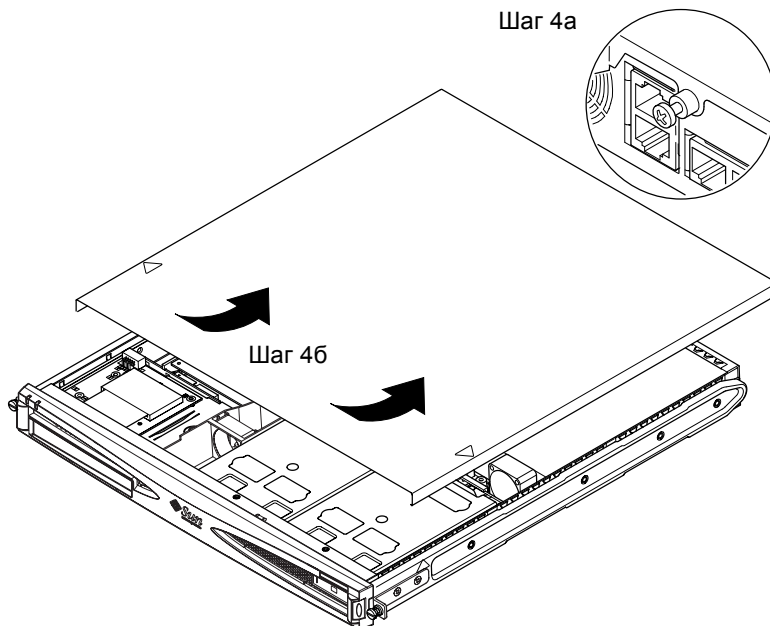

РИС. 4-3 Снятие верхней крышки
4. Снимите верхнюю крышку сервера (см. РИС. 4-3).
- а. Отверните фиксирующий винт в центре задней панели (см. РИС. 4-3).
- б. Сдвиньте верхнюю крышку назад и поднимите ее (см. РИС. 4-3).